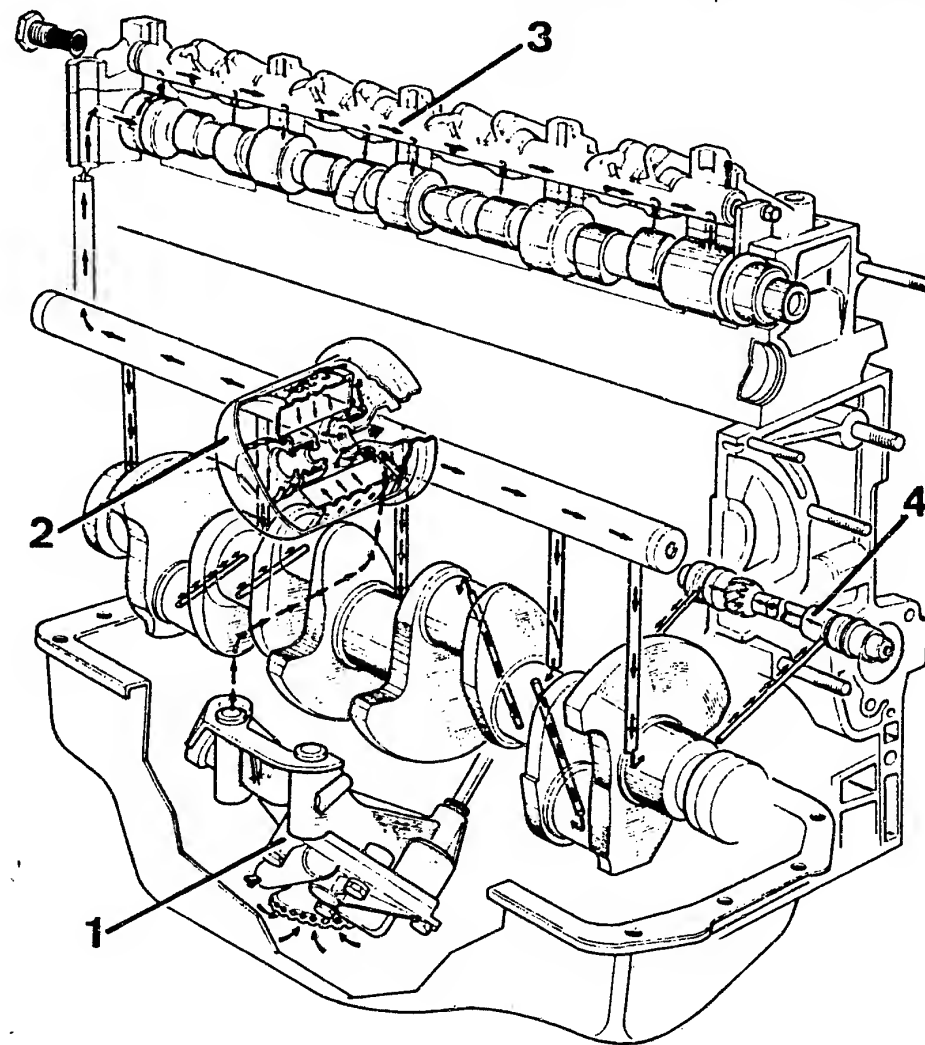

Bild 14
d) **Nockenwelle und Ventile:** Die Nockenwellen der beiden Zylinderreihen unterscheiden sich durch den Exzenter für den Benzinpumpenantrieb an der linken, das Antriebsritzel für den Zündverteiler an der rechten Reihe und durch unterschiedliche Steuerzeiten. **Vorsicht:** Die Kipphebelwellen sind so einzubauen, dass die Ölbohrungen nach unten zeigen und mit denjenigen der Kipphebel übereinstimmen (Bild 14).